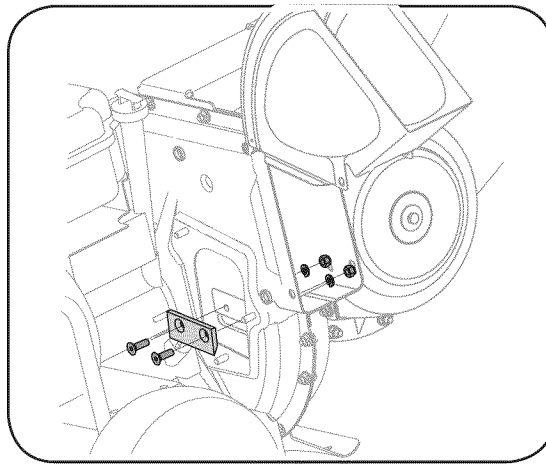

Figura 5-3
- Para sacar la cuchilla saque los tornillos hexagonales internos, las arandelas de seguridad y las tuercas hexagonales que la sujetan al motor. Guarde los elementos de ferretería. Vea la Figura 5-3.